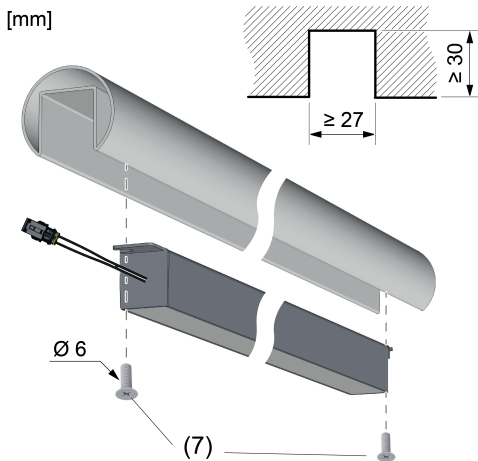

Figure 3: Montage du module d'éclairage à LED
- Préparer la surface de montage (par ex. main courante) en y pratiquant une rainure correspondant au schéma (Figure 3).
- Fixer le module d'éclairage à LED dans la rainure à l'aide de vis en acier inoxydable (7) (Figure 3).